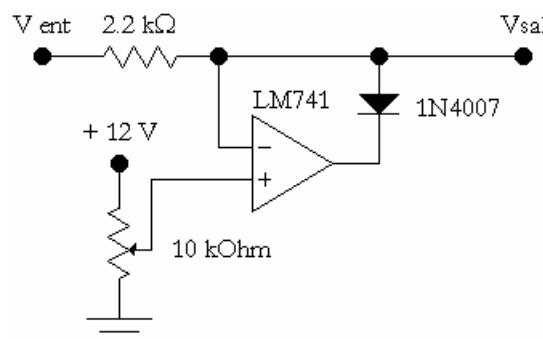

Figura 3
- 3.1. Armar el circuito de la Figura 3 y aplicar a la entrada una señal senoidal de 20 V pico a pico, 100 Hz y sin offset de continua.